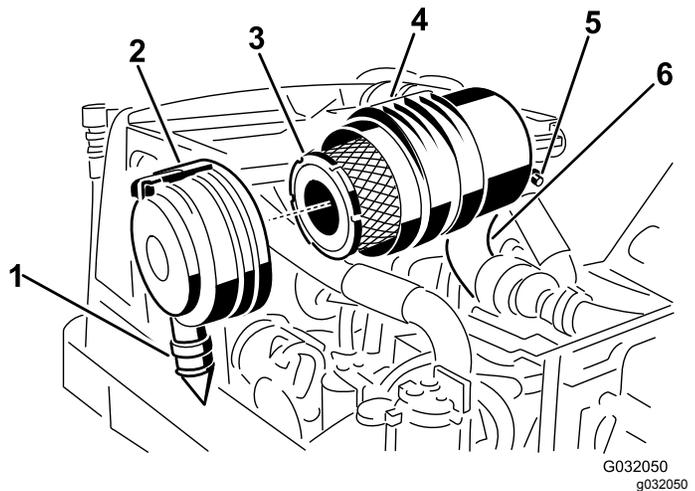

Figure 50
2. Déposez le préfiltre (Figure 50).
3. Remplacez le préfiltre (Figure 50).
7. Montez le couvercle en dirigeant la valve de sortie en caoutchouc vers le bas, entre les positions 5:00 et 7:00 heures vu de l'extrémité, puis verrouillez-le en place (Figure 50).